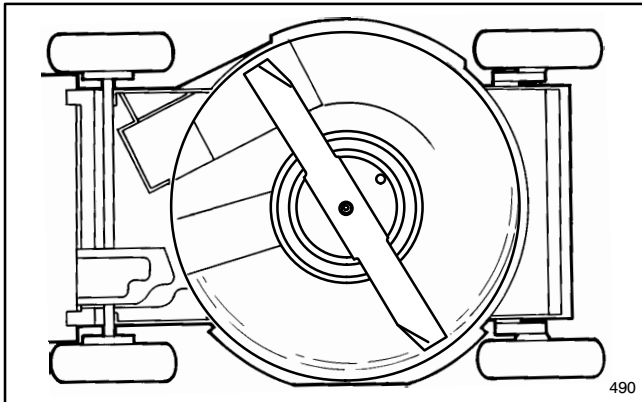

Figure 30
3. Basculer la tondeuse sur le côté gauche (Fig. 30). Eviter de faire tourner la lame, pour ne pas provoquer de problèmes de démarrage.